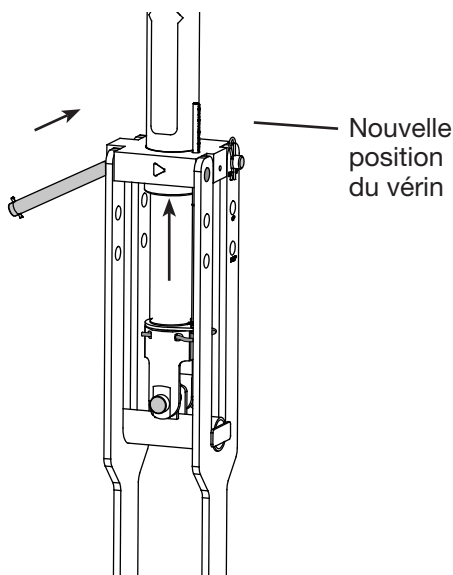

Figure 11
8. Fixer le vérin dans une autre position. (Fig. 11)